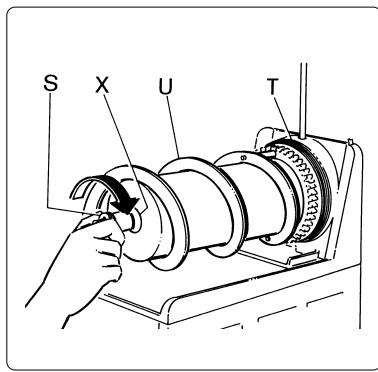

Fig. 14
- d) Svitare il pomello di fissaggio (S) nel senso della freccia (filettatura a sinistra) e procedere all'estrazione del gruppo di miscelazione (U) e delle garnizioni di tenuta (X) e (T) (vedi fig. 14).